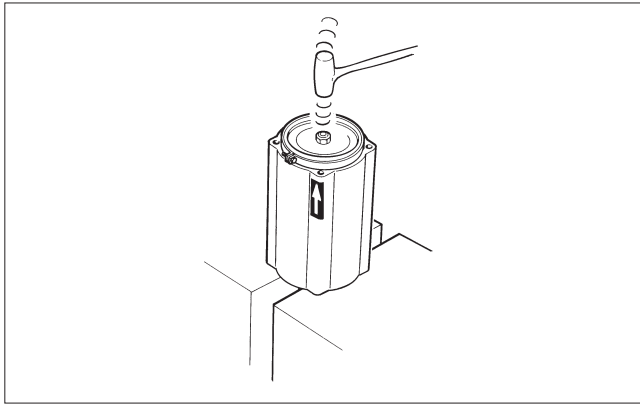

Abb. 13 Einsetzen des Kolbens in den Zylinder
- Hämmern Sie oder drücken Sie den Kolben durch den Spanning in den Zylinder. Beachten Sie die Pfeilrichtung. Siehe Abb. 13
- Bauen Sie neue O-Ringe (19) ein. Das Zylinderende austauschen und den Zylinder mit dem Kolben einbauen. Achten Sie auf die Lage der Luftzufuhröffnung: Sie muss mit der Auslassöffnung im Zylinderboden übereinstimmen.
- Ziehen Sie die Schrauben (31) bei Stellantriebsgrößen B1J20 und kleiner bzw. die Muttern (45) bei Größen B1J25 und größer fest; die Drehmomente für beide sind in Tabelle 2 angegeben.